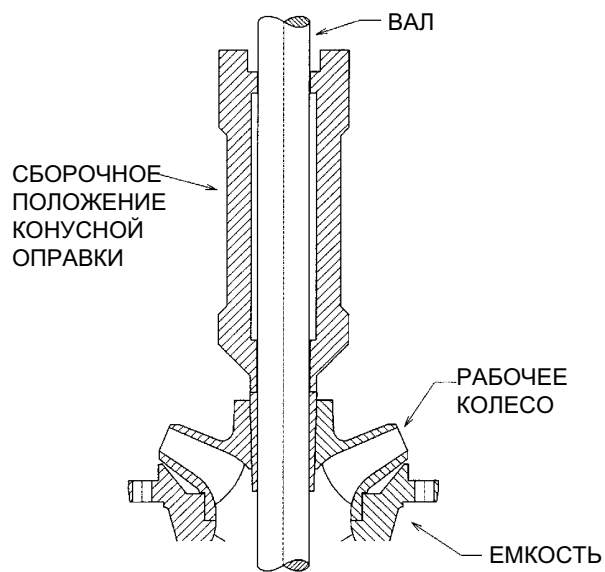

Рисунок 22
5. Вставить отвертку в паз конуса (677) для раскрытия паза и надвинуть конус на вал насоса. Удерживать рабочее колесо около емкости и вдвинуть конус в ступицу рабочего колеса. Необходимо убедиться, что конусы были очищены и являются сухими.
6. Прочно удерживать рабочее колесо около емкости /раструба всасывания и привести конус на место с помощью конусной оправки (см. рисунок 22). После того, как рабочее колесо закреплено в нужном положении, верхний край конуса должен быть на 1/8" выше ступицы рабочего колеса.
7. Надвинуть промежуточную емкость (670) на вал и прикрепить колпачковыми винтами, входящими в объем поставки.